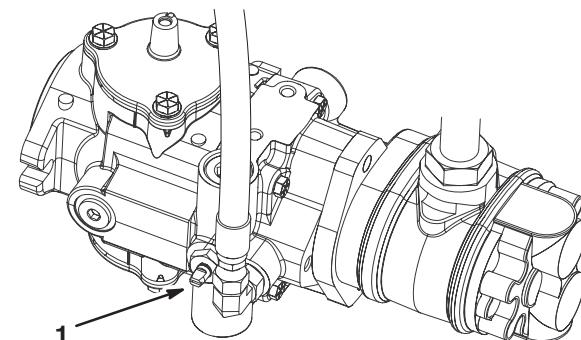

Figure 41
1. Trouvez la vanne de dérivation sur la pompe et tournez-la pour que la fente soit verticale (Fig. 41).
2. Avant de mettre le moteur en marche, tournez la vanne de dérivation pour la fermer (fente horizontale) (Fig. 41). Ne mettez pas le moteur en marche quand la vanne est ouverte.